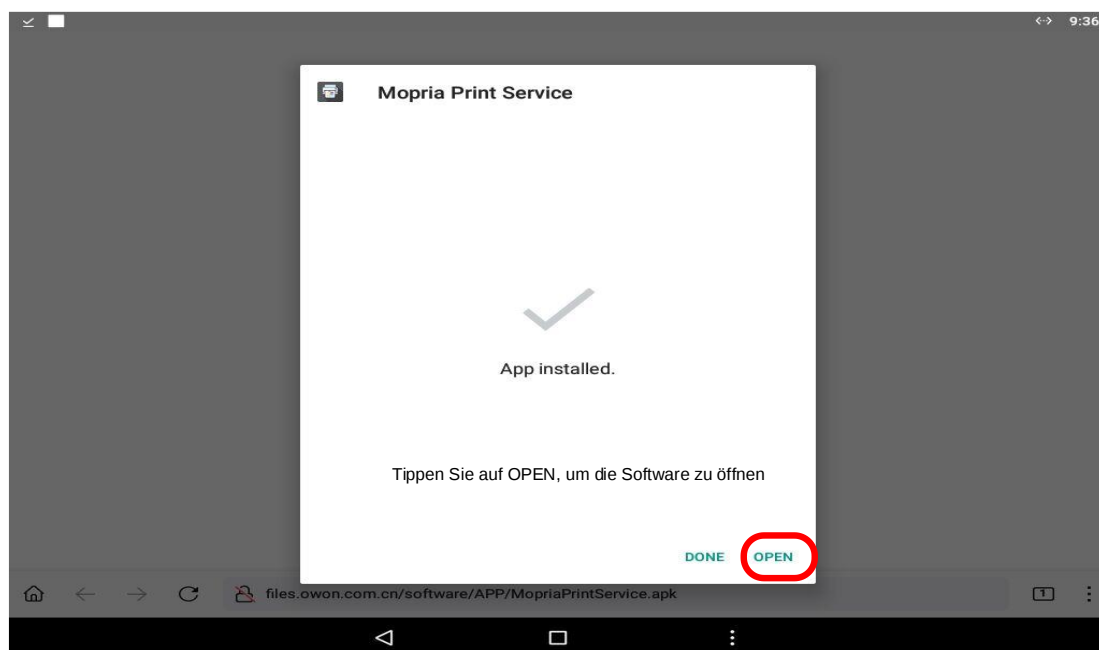

Abbildung 5
2. Auf der Website der Druck-App sind die Installationsschritte in Abb. 1 bis Abb. 5 dargestellt 5.
- ⑤ Tippen Sie nach erfolgreicher Installation auf **OPEN**, um die Druck-App zu öffnen, wie in Abbildung 5 dargestellt.